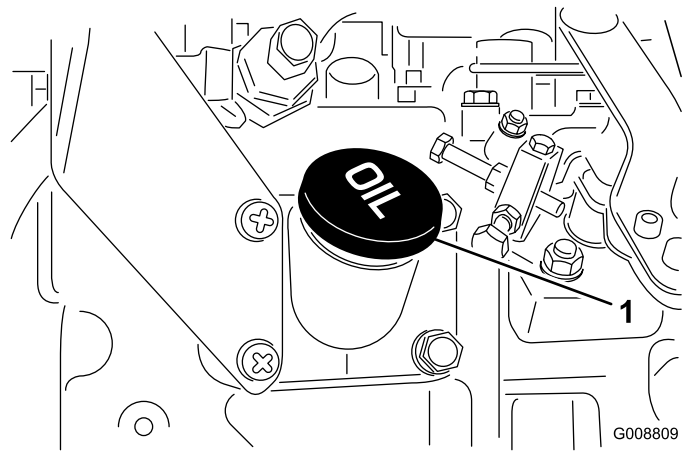

図 35
- 不足している場合は、キャップ (図 35) を取り、Full 位置までオイルを補給する。入れすぎないでください。